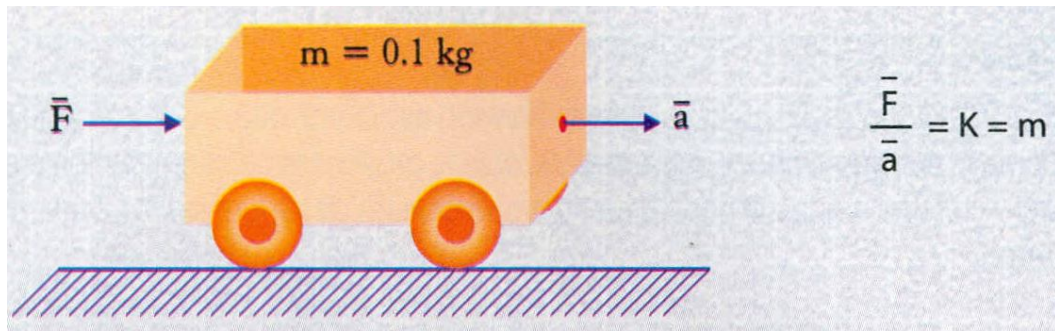

Figura 3.2 Carro Hall.
- 1.Lleva a cabo la instalación del material y equipo para la práctica como se muestra en la figura 3.2.
- 4.Sujeta el dinamómetro en el carro de Hall, como se muestra en la Figura 3.2.